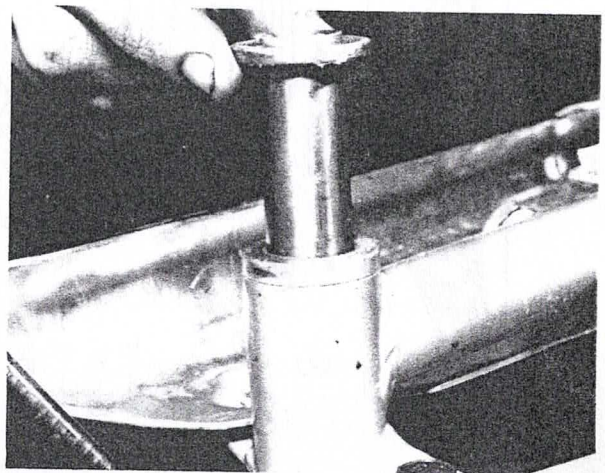

Bild 160
- Beim Zusammenbau alle Teile gründlich schmieren und zuletzt Fett durch den Schmiernippel einpressen, bis es auf beiden Seiten aus den Lagern austritt (Bild 160). Die Arbeit wird erleichtert, wenn alle Teile von alten Fettresten gereinigt und vor dem Zusammenbau reichlich mit Fett geschmiert werden. Eventuell vorhandene gewesene Gummischeiben sind wieder einzusetzen, da sie als Staubschutzkappen wirken.